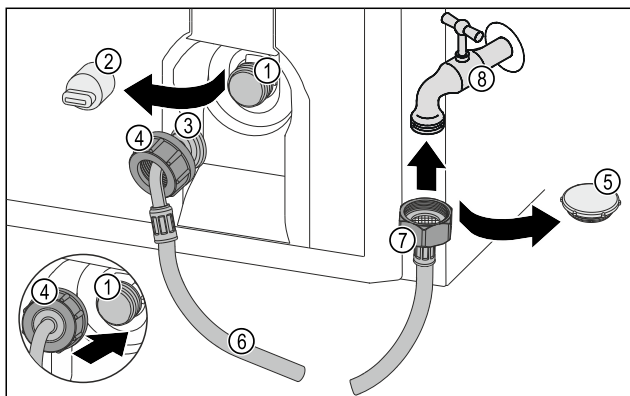

Fig. 63
- ▶ 移除密封盖 Fig. 63 (5)。
- ▶ 将软管直头 Fig. 63 (7) 装在水龙头 Fig. 63 (8) 上。
- ▶ 顺时针拧紧软管直头 Fig. 63 (7) 上的螺母。